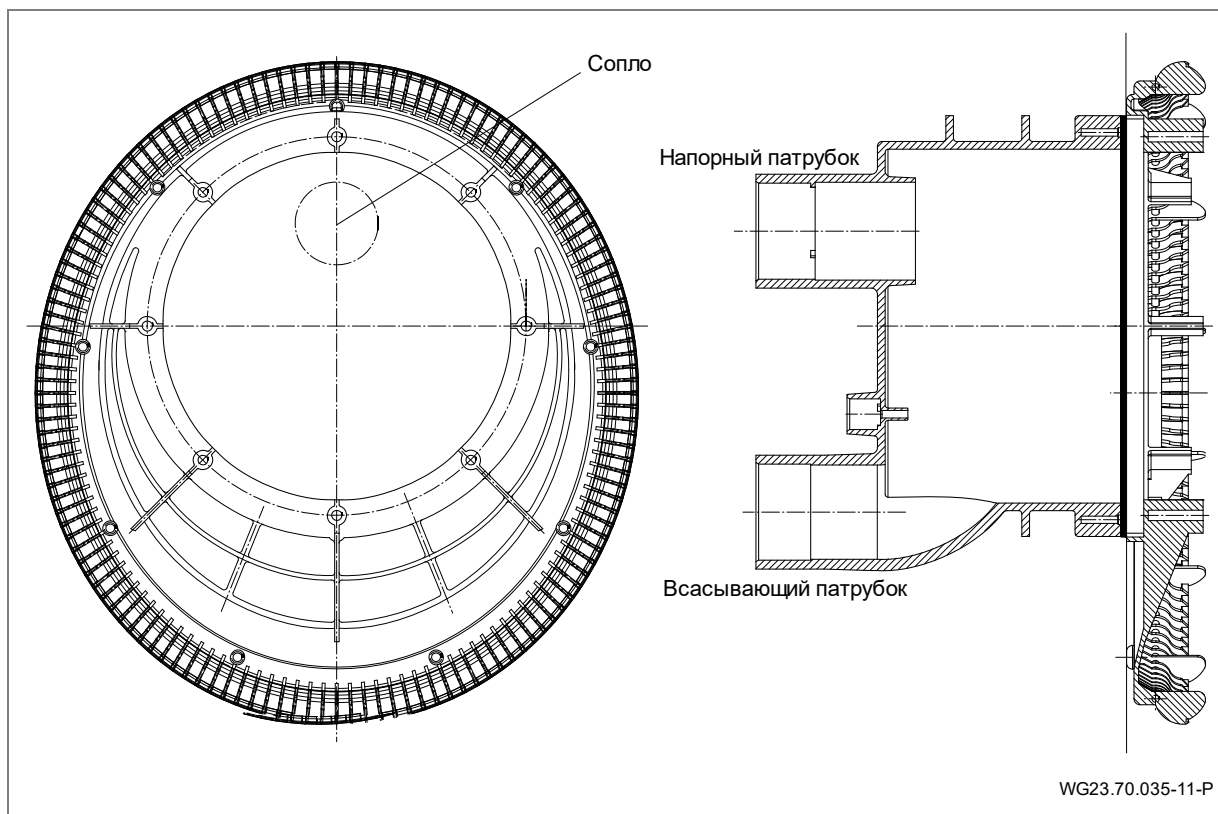
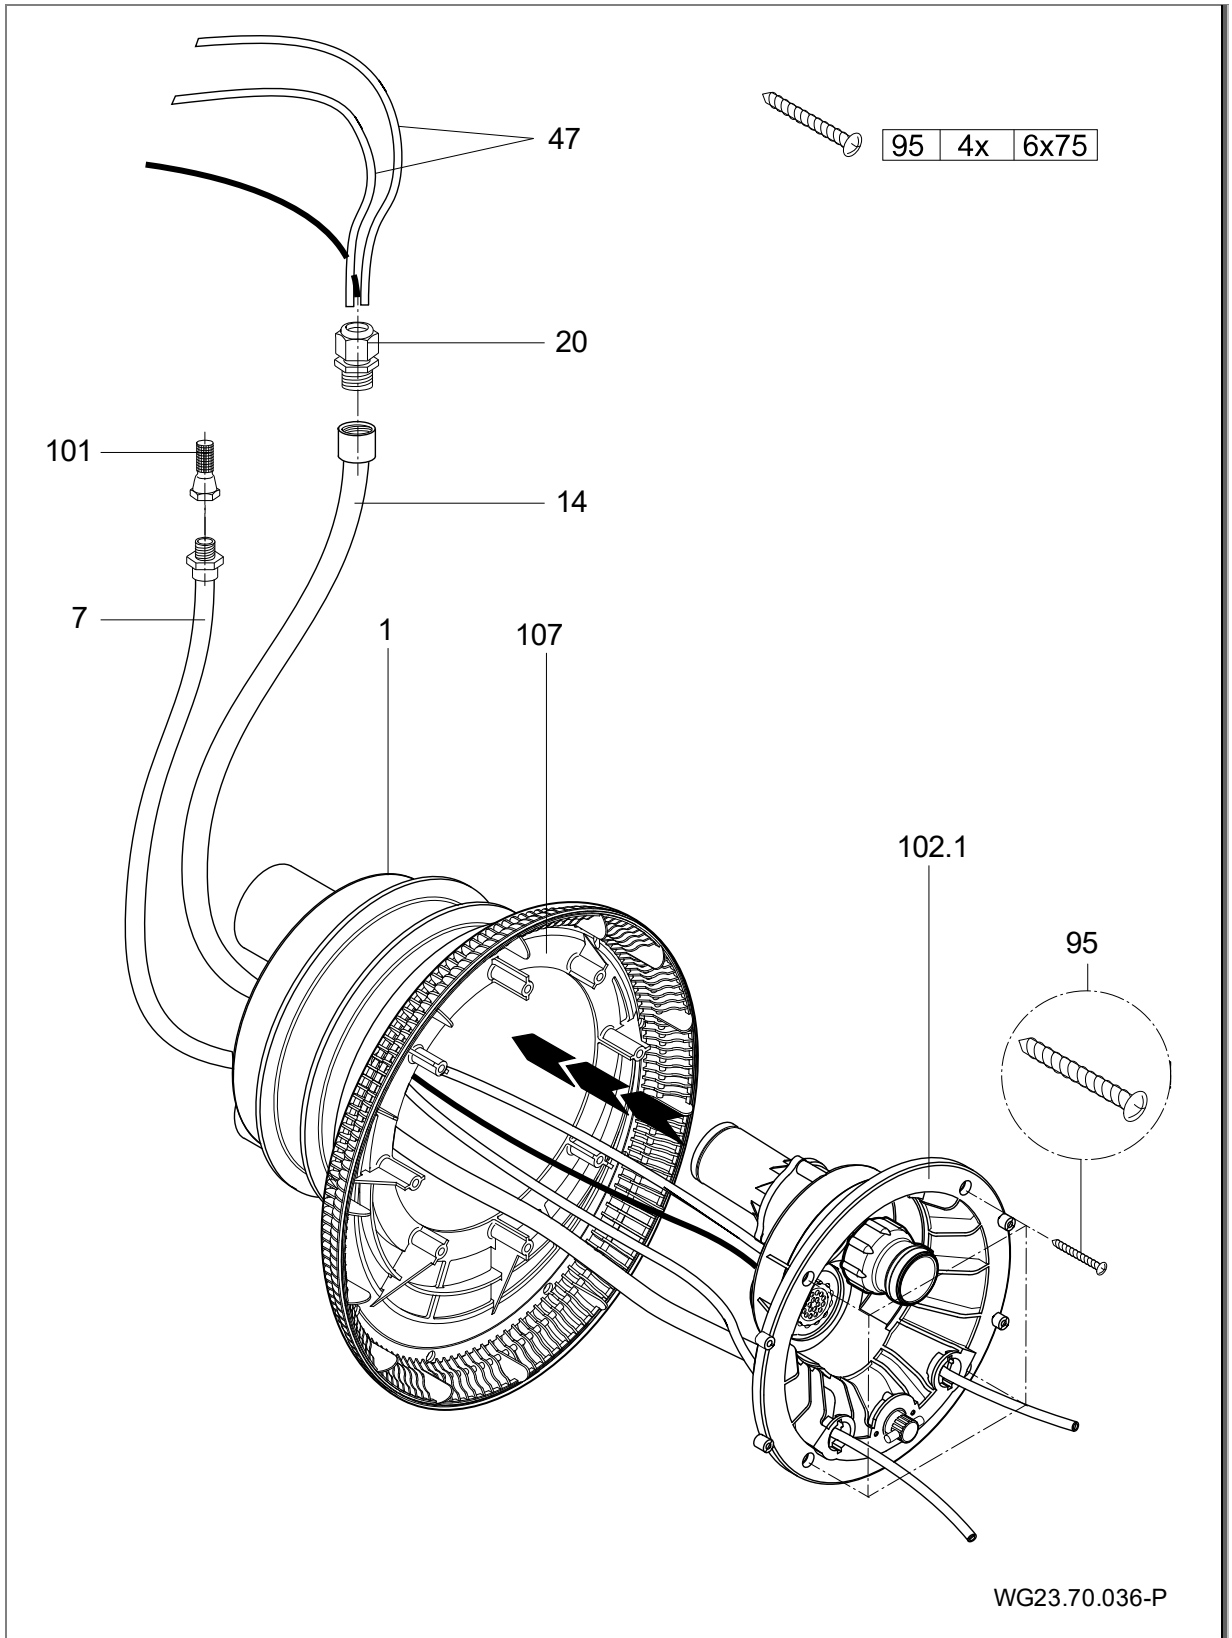

Рис. 17
Рис. 18
2. Установить всасывающий корпус (107) на стяжном кольце. Обращать внимание на монтажное положение. (Рис. 17)
3. Установить сопловой корпус (102.1) на встраиваемом корпусе (1).
4. Провести пневматические шланги и кабели прожектора через защитный шланг (14) и уплотнить с помощью кабельного резьбового соединения (20).
5. Зафиксировать воздухопровод с помощью зажима (8) на заводском регуляторе давления воздуха (21).
6. Зафиксировать сопловой корпус (102.1) четырьмя саморезами (95) на встраиваемом корпусе (1). (Рис. 18)